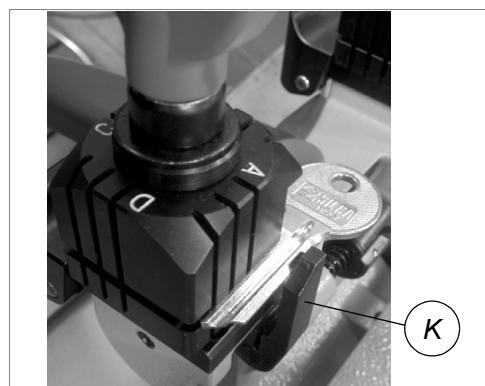
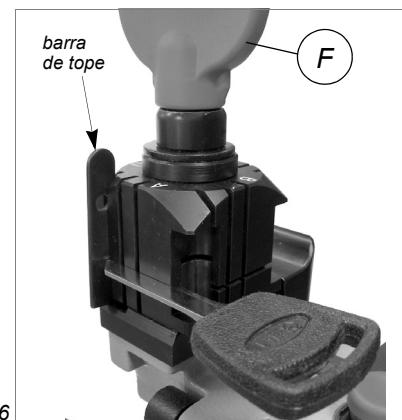

Fig. 15
Fig. 16
- b) el tope de la llave está arrimado contra el calibre (K) (fig.15), o más bien la punta está apoyada contra la barra de tope (fig.16).
- c) cierre las mordazas haciendo girar las manecillas (F).